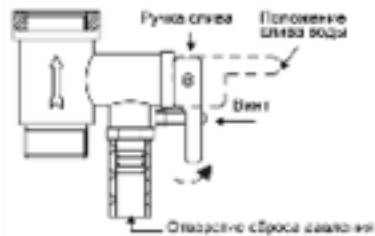

Рисунок 5
4. На входной патрубок, обозначенный голубым цветом и стрелкой направления течения воды, накрутите предохранительный клапан так, чтобы течение воды совпадало с направлением стрелки на корпусе клапана. На отверстие сброса давления предохранительного клапана (см. рисунок 5) оденьте дренажную трубку для отвода воды (возможно появление при нагревании) в канализацию (трубку необходимо направить строго вниз и запрещено перегибать её).
- открутить винт обратного предохранительного клапана и перевести ручку в горизонтальное положение, из отверстия предохранительного клапана должна потечь вода (см. рисунок 5).